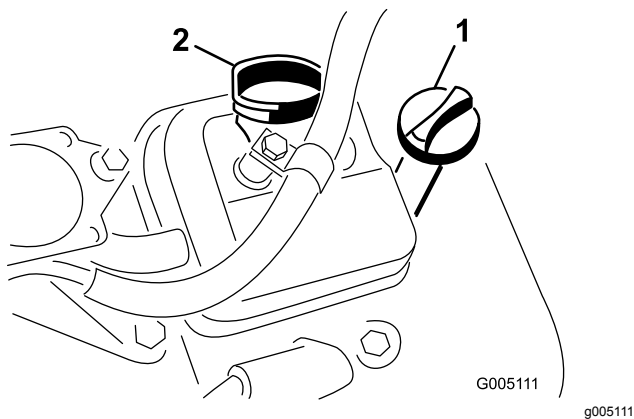

図 27
- ディップスティックを、チューブの根元までもう一度しっかりと差し込む 図 27。